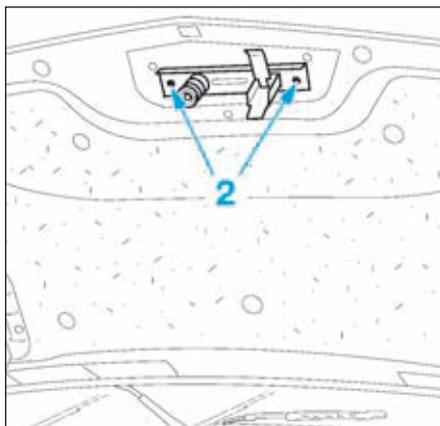

FIG.143
- Déposer les vis (2) puis la gâche (Fig.143).